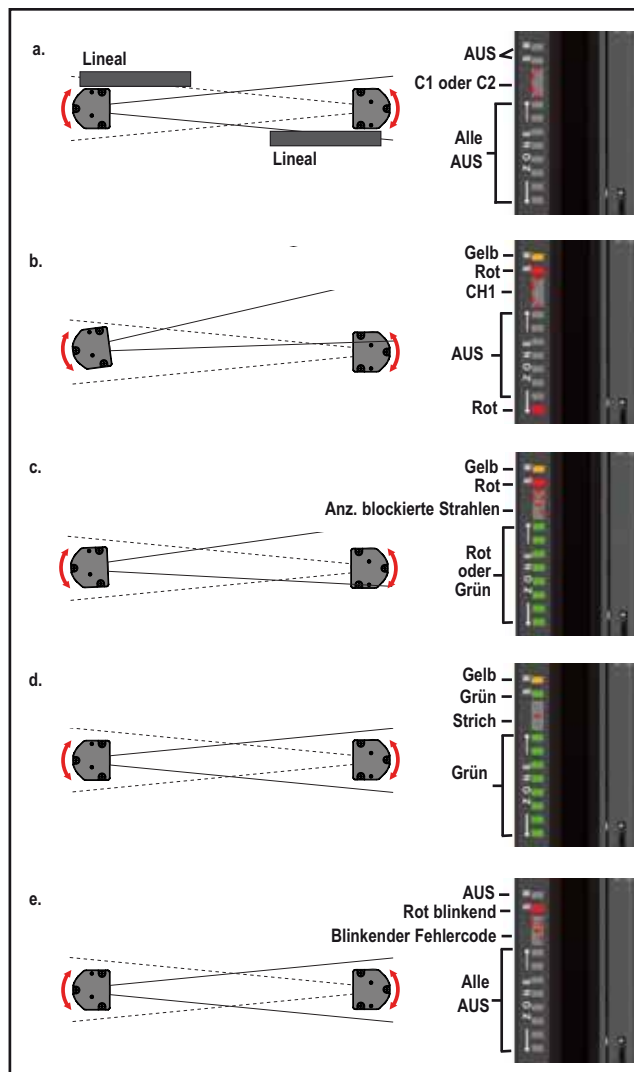

Abbildung 3-14. Optimale optische Ausrichtung
- a. **Achten Sie darauf, dass Sender und Empfänger gerade aufeinander ausgerichtet sind.** Mit einem Lineal (z. B. einer Wasserwaage) kann die Richtung ermittelt werden, in die der Sensor zeigt (siehe Abbildung 3-14). Die aktive Sensorfläche muss senkrecht zur optischen Achse liegen.
- d. **Um die Ausrichtung zu optimieren und die Funktionsreserve zu maximieren,** lösen Sie die Sensor-Befestigungsschrauben etwas und drehen einen Sensor nach links und rechts. Notieren Sie dabei die Positionen an jeder Seite, bei denen die Status-Anzeigen rot werden (blockierter Zustand). Wiederholen Sie den Vorgang mit dem anderen Sensor (siehe Abbildung 3-14). Stellen Sie jeden Sensor auf die Mitte zwischen diesen beiden Positionen und ziehen Sie die Befestigungsschrauben fest. Achten Sie beim Anziehen der Schrauben, dass die Positionen nicht verschoben werden.